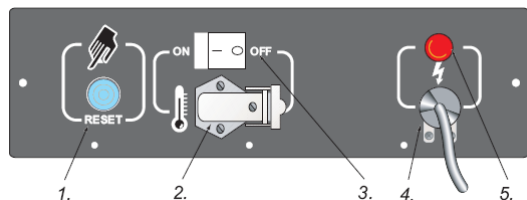

图 6 控制面板
当一个控制装置，如温控器或时钟，通过连接电线和塞子 2（图 6）的 2 和 3 端口而连接到暖风机上，可以使暖风机自动运行。（连接两个端口的电线必须拆除并且只有当暖风机不使用控制装置时重新安装上去。）
- 启动开关 3（图 6）到有 ON 标示的位置—风机启动，几秒后暖风机燃烧器开始燃烧。
暖风机第一次使用时或者燃料环路被完全排干，到喷嘴的燃料油可能会不足并且使得暖风机保护装置启动，关闭暖风机；如果这种情况发生，请等大约一份钟接着按重启键 1（图 6）来重新启动机器。
2. 按重启键 1（图 6）。
将开关 3（图 6）调到“0”位置或者调节温控器装置，例如把自动调温器调到最低位置，来关闭暖风机。火焰将会熄灭，风机将继续运转直到燃烧室已经完全冷却以后。
暖风机装有一个光电火焰控制器。如果在运行中有异常，机器将关掉，重启键指示灯 1（图 6）将会亮起来。如果暖风机过热：当燃烧室温度升高并且达到最大允许值，过热保护装置将自动关闭暖风机，停止燃料的输入。在再一次启动暖风机前，过热的原因必须查找并且解决（例如，吸气孔的堵塞和/或风管的堵塞，风机不运作）。按重启键 1（图 6）并且重复启动暖风机这一部分里提到的详细的操作，来启动暖风机。